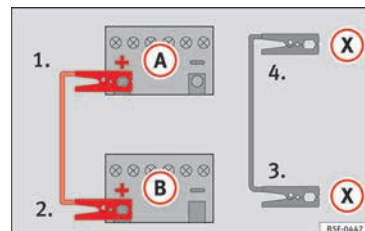

Fig. 77 Esquema de conexión para vehículos con sistema Start-Stop.
- En los vehículos con sistema Start-Stop: emborne un extremo del cable *negro* de emergencia (X) a un terminal de masa adecuado, a una pieza de metal maciza que vaya atornillada al bloque motor o al mismo bloque motor » fig. 77.
5. Emborne el otro extremo del cable *negro* de emergencia (X), en el vehículo con la batería descargada, a una pieza de metal maciza que vaya atornillada al bloque motor o al mismo bloque motor pero lo más alejado posible de la batería (A).